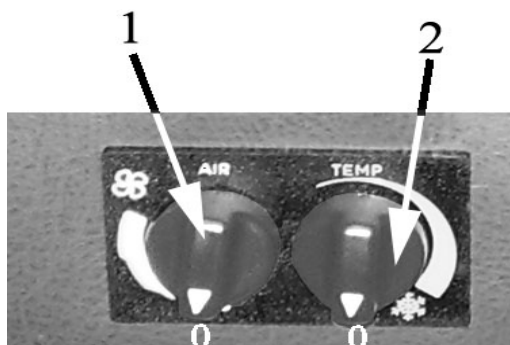

Рисунок 2.31 – Органы управления системой кондиционирования воздуха и отопления кабины
Пульт управления климатической установкой находится в центре верхней панели кабины. На пульте управления находятся переключатели 1 и 2 (рисунок 2.31).
- повернуть выключатель 2 (рисунок 2.31) по часовой стрелке на 180° до начала шкалы голубого цвета;
**ВНИМАНИЕ:** ПРИ РАБОТЕ В РЕЖИМЕ ОТОПЛЕНИЯ ВЫКЛЮЧАТЕЛЬ 2 (РИСУНОК 2.31) ДОЛЖЕН БЫТЬ ВЫКЛЮЧЕН ВЛЕВО ДО ОТКАЗА, ЧТОБЫ ИСКЛЮЧИТЬ ОДНОВРЕМЕННУЮ РАБОТУ СИСТЕМ ОХЛАЖДЕНИЯ И ОТОПЛЕНИЯ ВОЗДУХА.
Климатическая установка начинает функционировать в режиме кондиционирования при работающем двигателе, когда выключателем 1 (рисунок 2.31) установлены желаемые обороты вентилятора, а выключатель 2 (рисунок 2.31) установлен в начало шкалы голубого цвета.
Система кондиционирования может автоматически поддерживать заданную температуру, которая устанавливается поворотом выключателя 2 (рисунок 2.31), управляющего термостатом. При повороте по часовой стрелке температура понижается, против часовой стрелки – повышается. Защита от критических режимов обеспечивается датчиком давления и термостатом. Датчик отключает систему при чрезмерном (более  $2,6 \pm 0,2$  МПа) или недостаточном (менее  $0,21 \pm 0,03$  МПа) давлении. Термостат отключает систему при чрезмерном понижении температуры охлаждающей секции моноблока радиаторов. Производительность системы регулируется оборотами вентилятора и термостатом. Компрессор при этом может работать как постоянно, так и циклически.